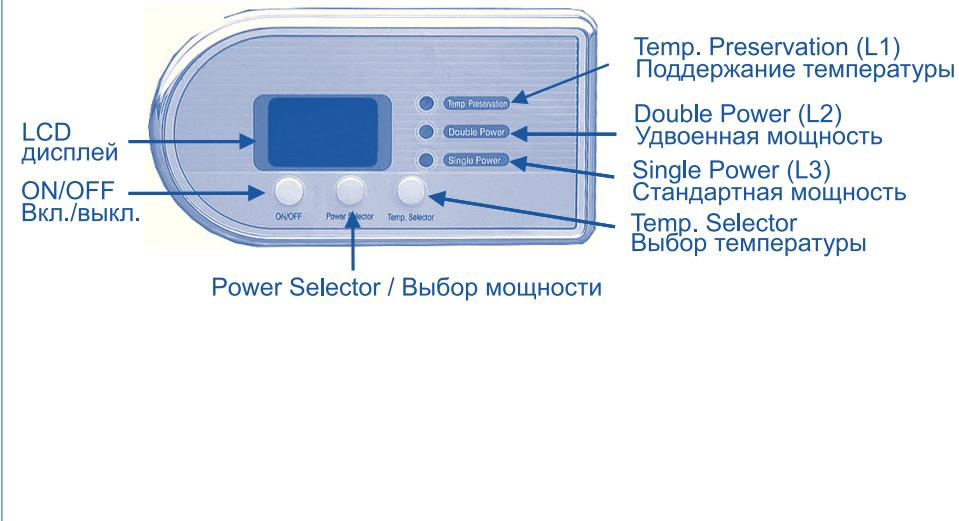

Рис. 4. Электронная панель управления.
4.2. На съемном фланце смонтированы трубчатый электронагреватель (ТЭН) и датчики терmostата и термовыключателя. ТЭН служит для нагрева воды и управляет терmostатом, который имеет плавную регулировку температуры до +75°C. Термостат автоматически поддерживает температуру воды на уровне, установленном пользователем. Ручка регулировки температуры расположена на механической панели управления. Модели с электронным управлением имеют сенсорный регулятор (Рис. 4).
Индикатором режима работы ЭВН служит подсветка клавиш выбора мощности (в моделях 30л – 150л): светится при нагревании воды, и гаснут при достижении установленной на термостате температуры нагрева воды. В моделях с электронным управлением индикация осуществляется контрольной лампой L1 (Рис. 4) – она загорается при достижении установленной температуры.
В моделях, оборудованных электронной панелью управления с цифровым дисплеем, включение/выключение водонагревателя осуществляется левой кнопкой на панели управления «**ON/OFF**» (Рис. 4), при этом на дисплее показывается заданная температура нагрева. Через 2,5 секунды после этого на дисплей выводится текущая температура воды в ЭВН. Выбор мощности нагрева осуществляется средней кнопкой «**Power selector**» на панели управления. Режим **2 кВт** сопровождается индикацией контрольной лампы **L2**, а **1,3 кВт** – индикацией контрольной лампы **L3** (Рис. 4).
- модели с электронным управлением оборудованы дисплеем. Управление осуществляется при помощи трех сенсорных клавиш, режимы контролируются по информации на дисплее и индикации трех контрольных ламп. Для выбора температуры нагрева необходимо несколько раз нажать правую кнопку «**Temp. Selector**» (Рис. 4) на панели управления. Дискретность изменения температуры - 5° С. При первом включении ЭВН (либо после перебоя с подачей электроэнергии) по умолчанию устанавливается температура 75°С.